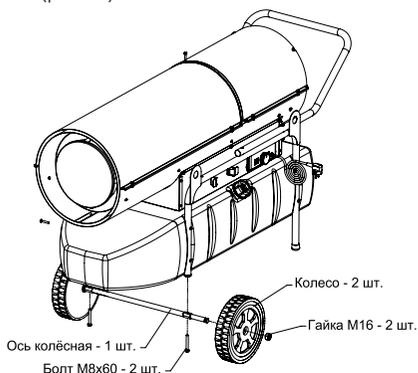

Рис. 6
4. Установите колесную ось в отверстия в боковых опорах и зафиксируйте ее на два болта М8х60 (рис. 6)